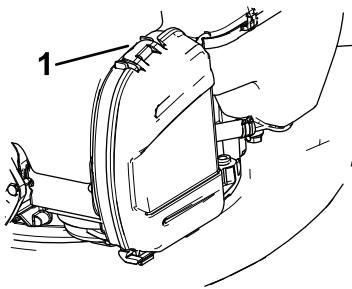

Figura 18
2. Presione hacia abajo el cierre de la parte superior de la tapa del limpiador de aire (Figura 18).